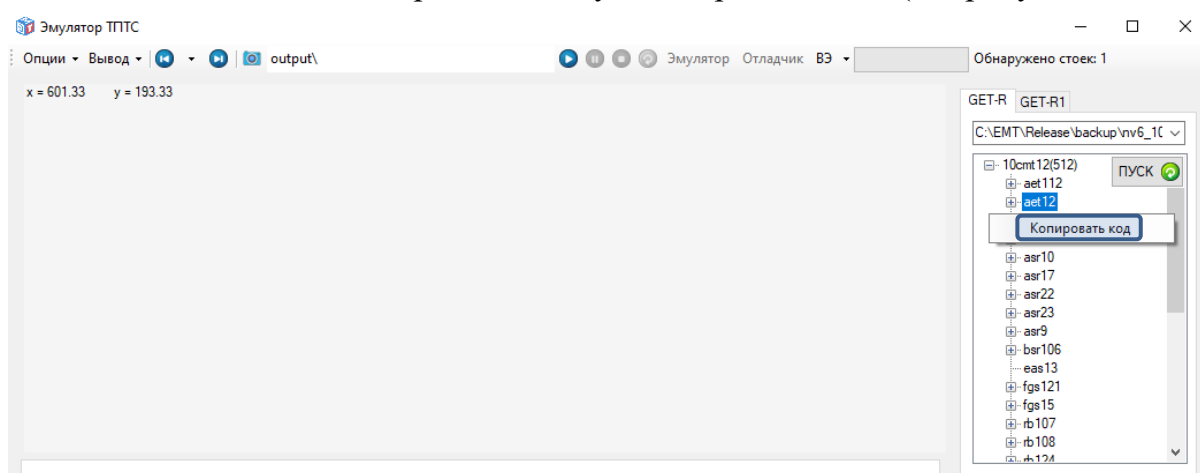

Рисунок 16 – Выбор команды «Копировать код»
- 5) в контекстном меню выбрать команду «Копировать код» (см. рисунок 16).